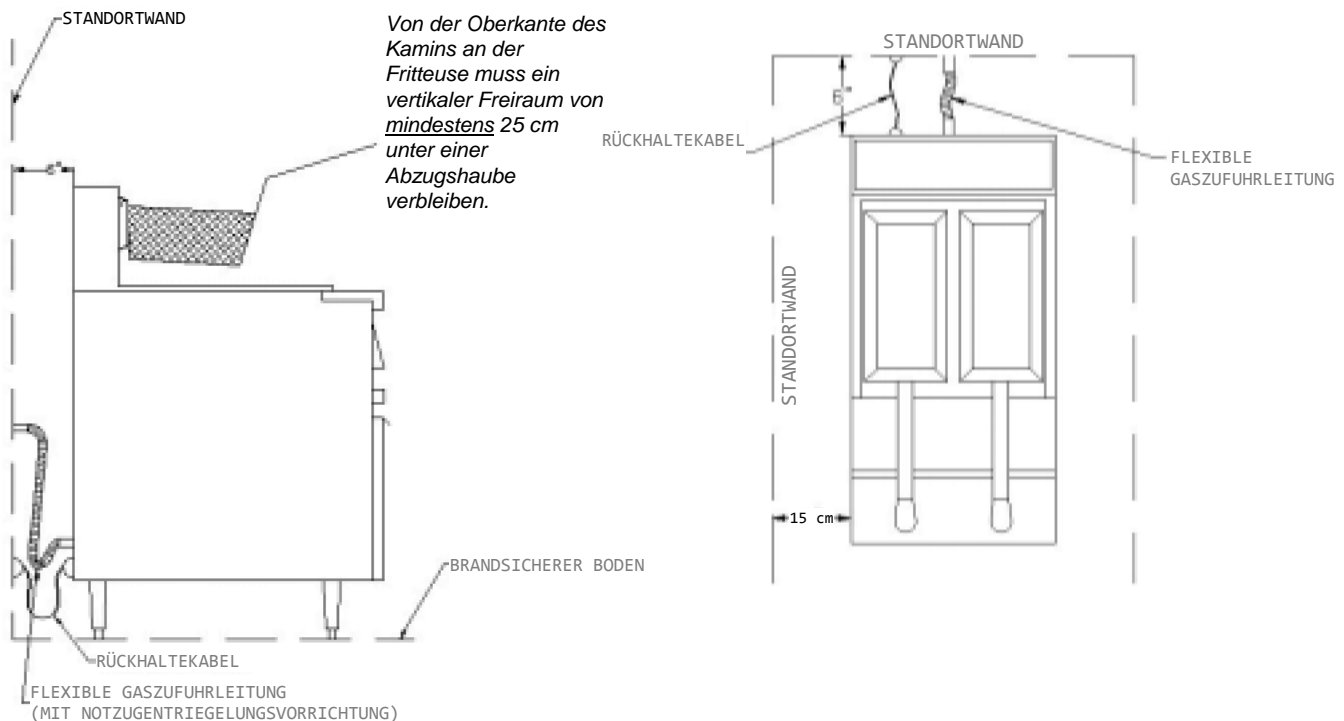

Abb. 2. Fritteusenaufstellungsort-Installationsanforderungen
- e. Installieren Sie dies Fritteuse auf einem brandsicheren Boden, wobei ihre Rückseite und ihre Seiten mindestens 152 mm on einer entflammaren Wand entfernt sein müssen, wie in Abb. 2 dargestellt.
1. Installieren Sie einen Geräte rückhaltevorrichtungsanschluss in der Baustrukturwand direkt hinter dem gewünschten Aufstellungsort der Fritteuse, wie in Abb. 2 dargestellt.